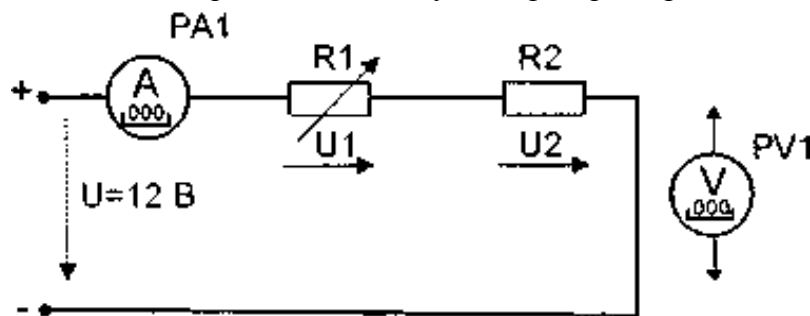

Рис. 1
3.2. Собрать линейную электрическую цепь постоянного тока с последовательным соединением элементов (рис. 1). В качестве измерительных приборов использовать приборы модуля цифровых индикаторов в режиме измерения постоянного тока (тумблеры изменения режима работы в позиции «= \Rightarrow »). Установить в соответствии с заданием переключателя модуля резисторов SA1, SA2 в соответствующие позиции. Представить схему для проверки преподавателю.